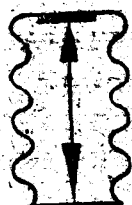

图7
5. 綫紋管(图7) 用很薄的无縫金屬筒压成折綫式的圓柱形，它与手风琴的风箱很相似。当管内压力发生变化时，管壁的长度会随着变化；象日常生活中用到的气压表就利用